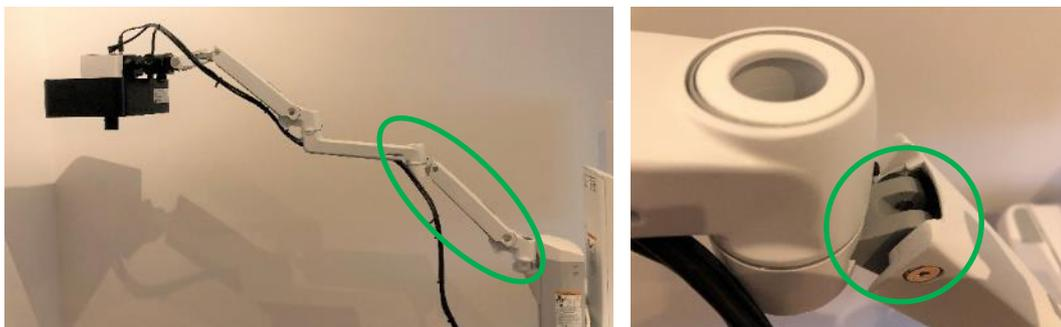

Figure 1: Segment de bras affecté à contrôler visuellement
- Avant chaque utilisation de la Caméra, vérifiez que le segment de bras concerné (Figure 1) n'a pas subi de dommages éventuels.